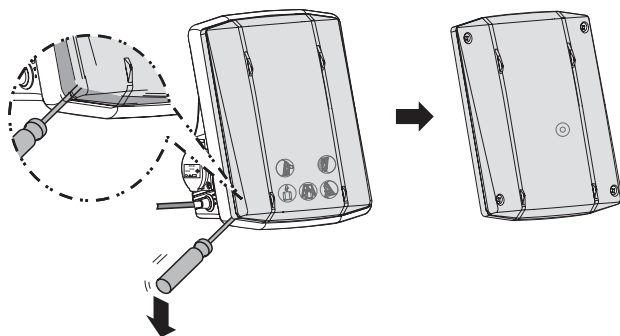

Fig. 14
5.1.2 Levante los cuatro lados de la protección de goma que rodean la lámpara para separar la cubierta de la carcasa. (Fig. 14).